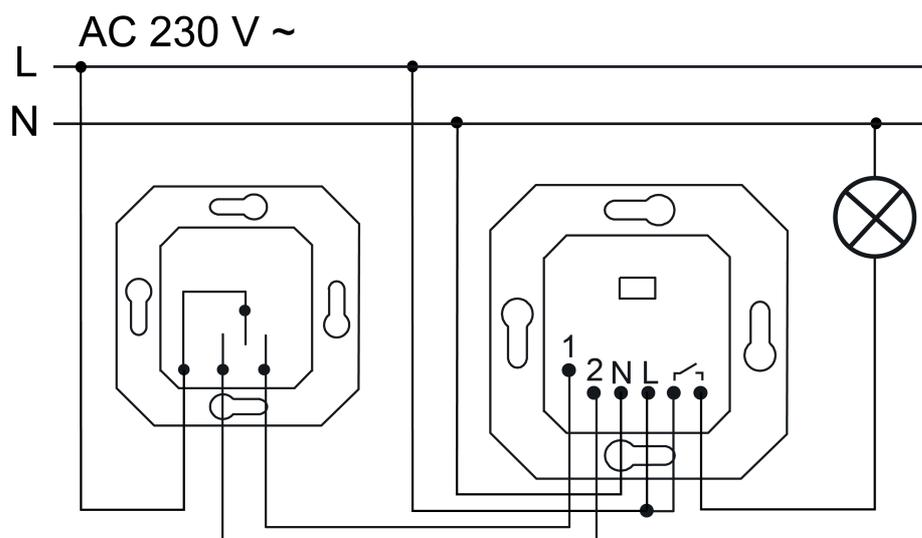

Рисунок 4: Пример подключения к механическому внешнему блоку
- Опционально подключите к клемме 1 (OFF) и клемме 2 (ON) (рисунок 4).